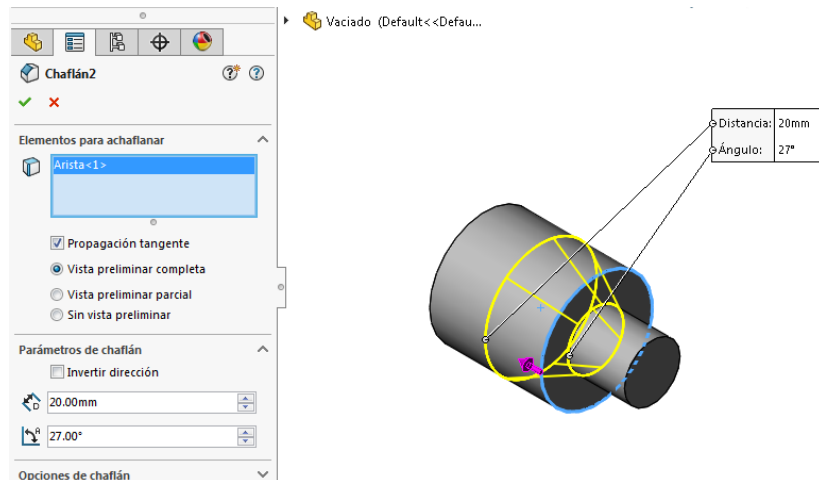

Ilustración 55
Paso 3: Al seleccionar la operación aparece un menú en la parte izquierda de la pantalla, en donde se definen las aristas para chafilanar y los parámetros del chafilán (distancia y ángulo). En este caso se usa la **Arista<1>** y un distancia de 20 mm con un ángulo de 27° (Ver ilustración 55), al finalizar la operación se obtiene la figura deseada (ver ilustración 56)